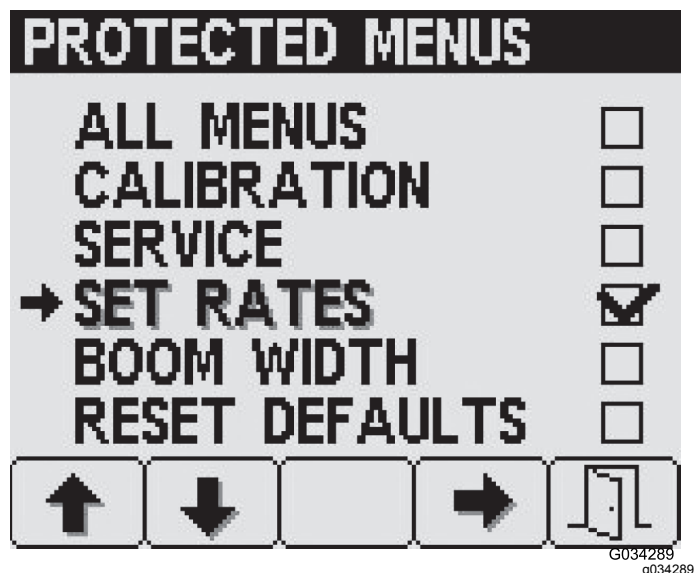

Figura 23
3. Premete il pulsante 4 per selezionare e deselegionare ciascun elemento del menu protetto desiderato (Figura 23).